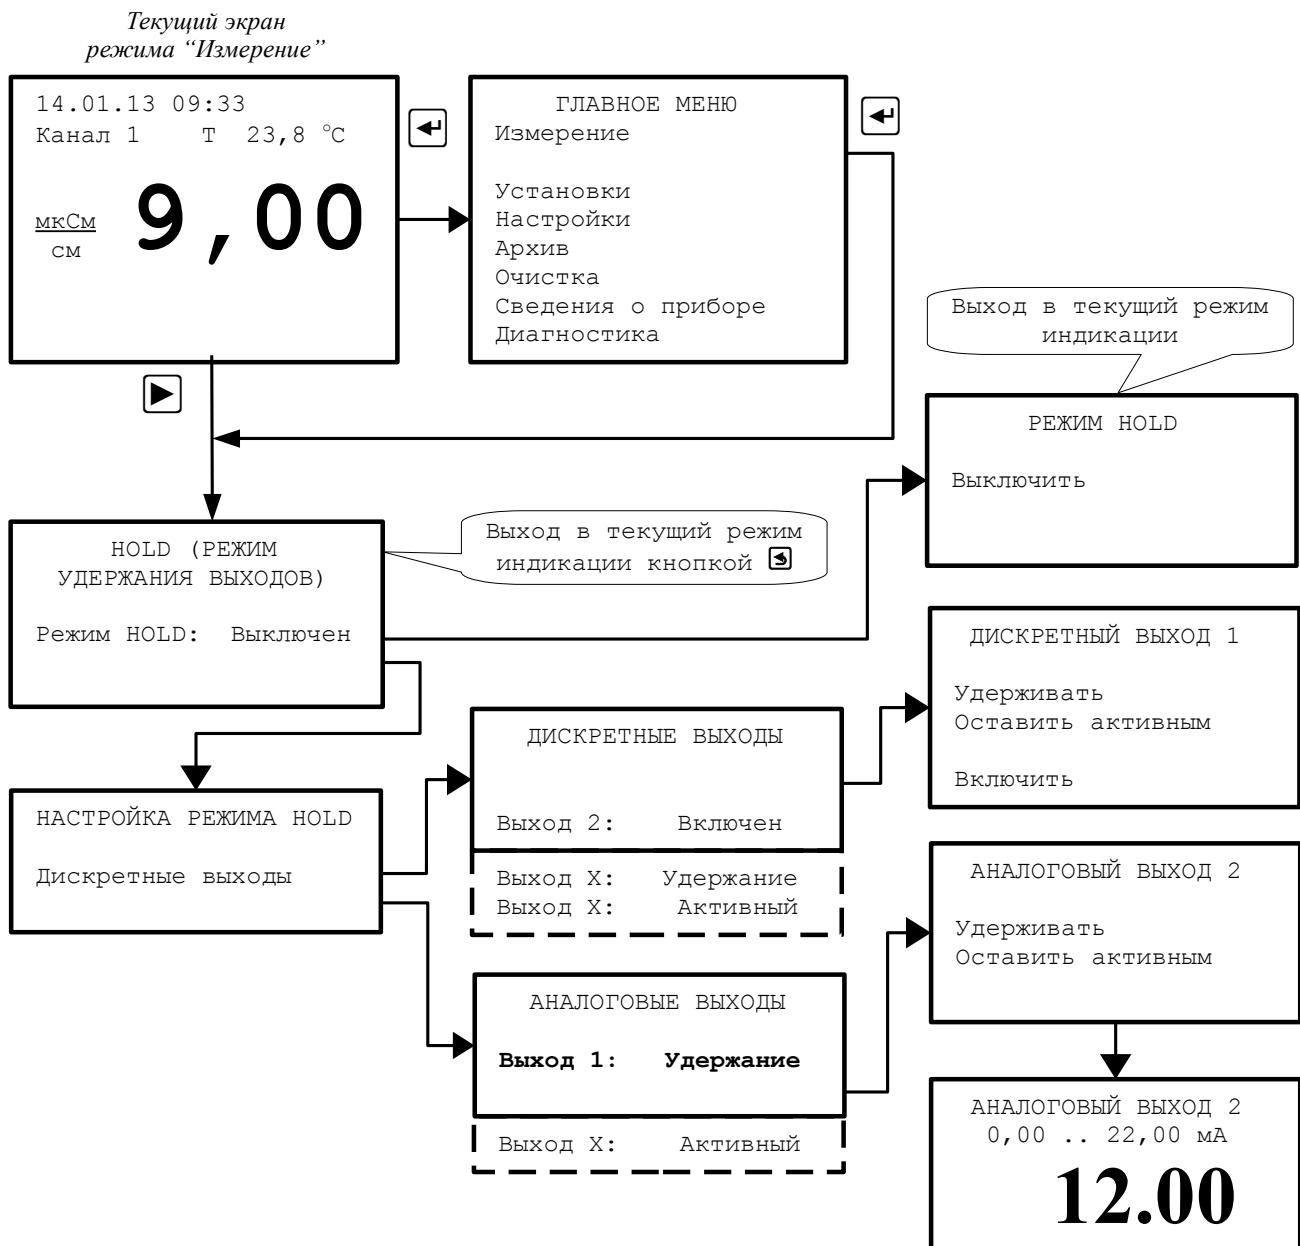

Рисунок 8 - Режим «HOLD»
Режим «HOLD» (Рисунок 8) используется при необходимости проведения настроек, изменения установок, при проведении градуировки по буферным растворам. В этих случаях резкие изменения выходных сигналов могут повлиять на состояние системы управления верхнего уровня.
4.3.2.2 Режим «HOLD» включают и выключают вручную. Войти в окно задания режима «HOLD» можно двумя способами (Рисунок 8):